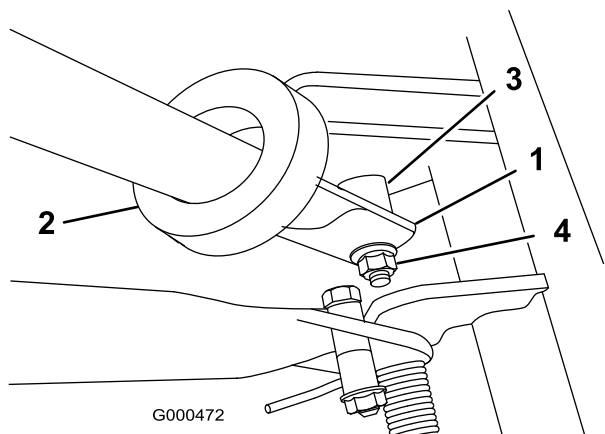

Figura 9
2. Introduzca los extremos del manillar por las ranuras de los brazos de soporte del manillar (Figura 9).
3. Apriete las secciones inferiores hacia dentro e instálelas sobre el talón del bulón (Figura 9).